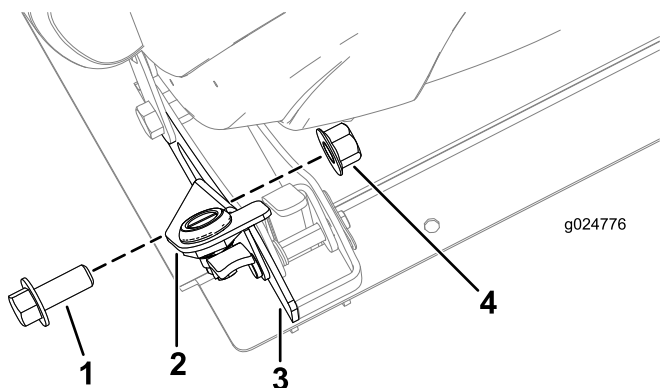

図 60
9. ロックブラケットを外側座席ガセットに固定する六角ヘッドねじ12 x 20 mmとロックナット12 mmを使用して図 60に示すように固定する。